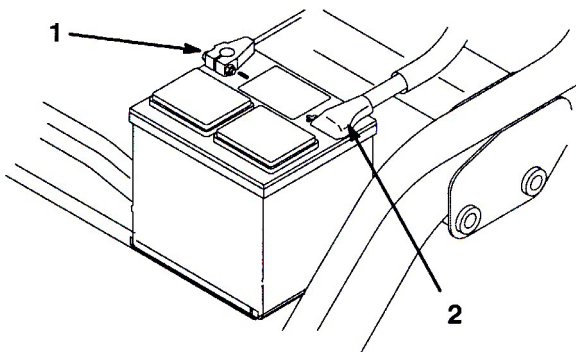

図6
7. まず、赤い (+) ケーブルをバッテリーの (+) 端子に取り付け、次に黒いケーブル (−) はバッテリーの (−) 端子に取り付け、キャップスクリューとナットで固定する（図6）。ショート防止のために (+) 端子にゴムキャップをかぶせる。